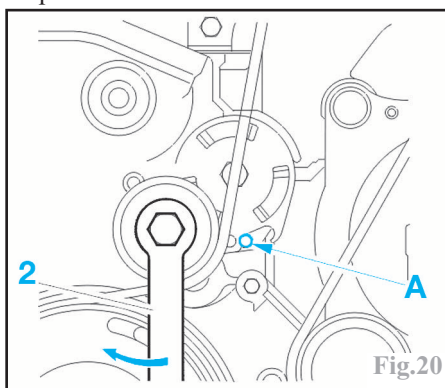

Fig.20
Agir sur le galet tendeur à l'aide de l'outil **0194-D (2)** (Fig.20) ou d'une clé hexagonale jusqu'à la mise en place d'une pige de diamètre **4 mm** dans le trou de pigeage **A**. Déposer la courroie d'accessoires.